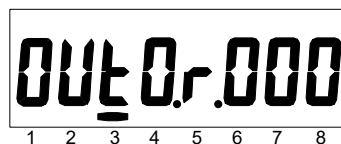

Рисунок 48 – Окно при настройке выхода на режим реле. Реле находится в состоянии возврата.
5.4.7.14 Окно состояния выхода при настройке на режим реле приведено на рисунках 48, 52. При отсутствии сигнала «СРАБАТЫВАНИЕ» на индикатор выводится сообщение «Out0.r.000» (см. Рисунок 48).